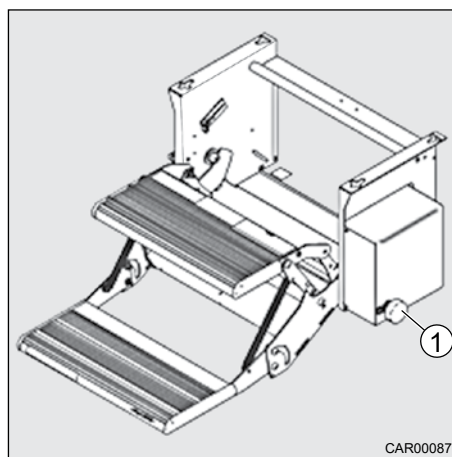

Fig. 186 Déverrouillage de secours
1. Tirer le bouton de commande (Fig. 186, pos. 1) sur le moteur du marche-pied en dehors.